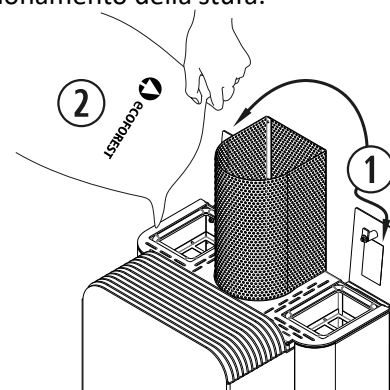

Figura 1
- 2.15. Per effettuare il rifornimento di carburante nella stufa, dobbiamo aprire i coperchi della tramoggia e svuotare il sacco di carburante, facendo attenzione ad evitare fuoriuscite di carburante. (Figura 1). Una volta caricati, le tramogge si devono chiudere correttamente per garantire il corretto funzionamento della stufa.
①	Coperchio del serbatoio.
②	Carburante.